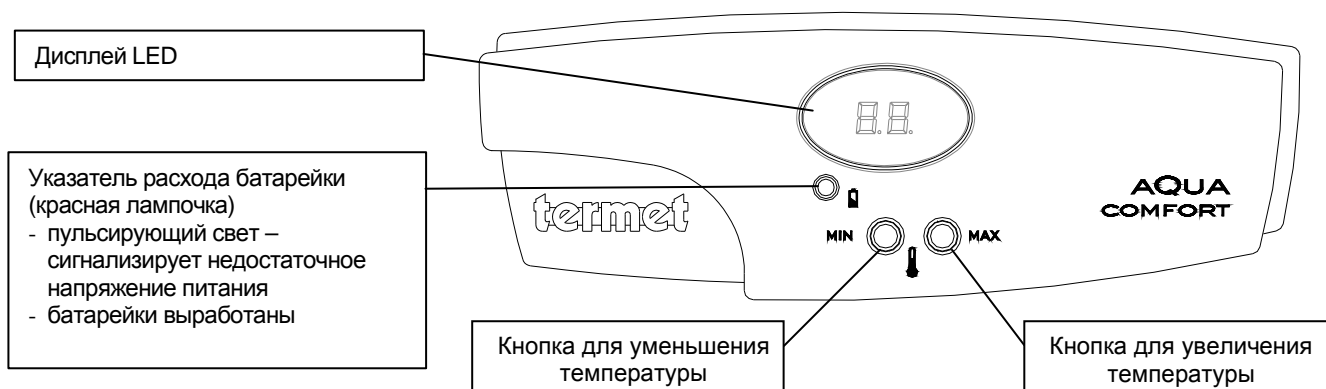

Рис. 4.3.1 Элементы регулирования и их функции
- кнопками «MIN» и «MAX» (рис. 4.3.1.) установить температуру воду, которую хотим получить на выходе из водонагревателя. После открытия водоразборного крана теплой воды, можно услышать щелчки электрической искры (ок. 6 сек.) на запальной горелке. После воспламенения газа на запальной горелке, зажигается газ на главной горелке.
Водонагреватель снабжен современной водно-газовой арматурой, которая гарантирует постоянную температуру воды на выходе. Температура воды регулируется кнопки «MIN» и «MAX» (Рис. 4.3.1). Во время установки температуры воды дисплей LED указывает установленную температуру. Температуру воды на выходе можно установить в диапазоне 35°-60°С.